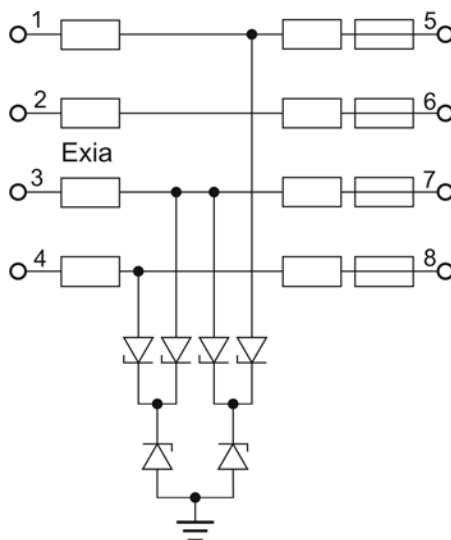

Рис.2
5.3. Функциональная схема барьера КОРУНД-М74Х представлена на рис.2
10.2. Прежде чем приступить к монтажу барьеров, необходимо осмотреть их. При этом необходимо проверить маркировку по взрывозащите, а также убедиться в целостности корпусов барьеров. Монтаж барьеров должен производиться в соответствии с функциональной схемой барьера, приведенным на Рис. 2. Примеры внешних соединений приведены в Приложении А настоящего РЭ.
11.4. Внешние соединения барьеров при монтаже осуществлять в соответствии с функциональной схемой (Рис.2). Примеры внешних соединений приведены в приложении А.